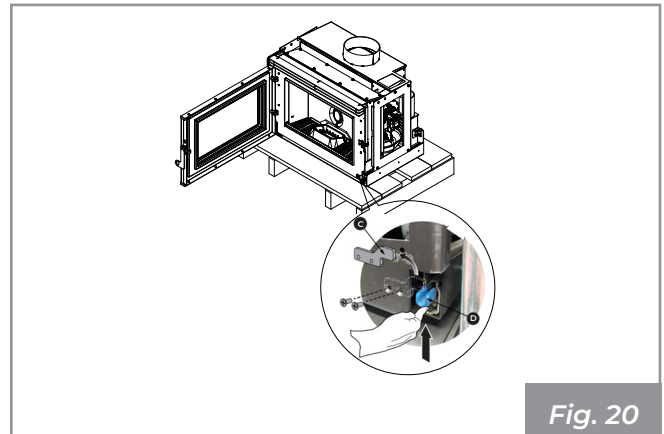

Fig. 20
- Rimuovere la staffetta di sicurezza ( **C** ) svitando le viti di fissaggio. Alzare la leva ( **D** ) per lo sblocco dello scorrimento.(**Fig.20**)